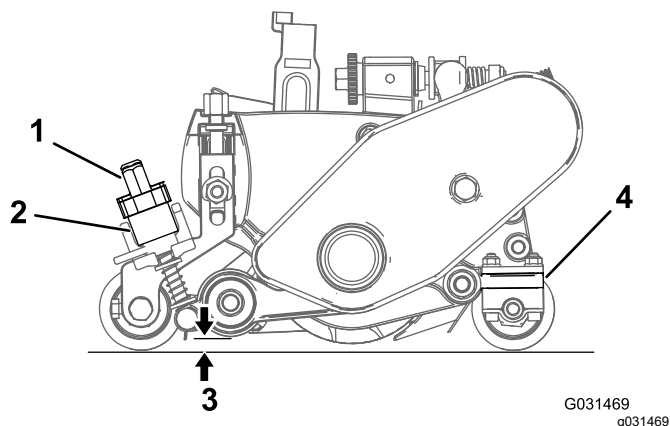

Рисунок 28
2. Поверните рычаги быстрого подъема (Рисунок 28) в РАБОЧЕЕ положение (рукоятка направлена в сторону передней части режущего блока).
3. С одного конца механической щетки измерьте расстояние от самого нижнего конца ножа механической щетки до рабочей поверхности (Рисунок 28). Поворачивая ручку регулировки высоты, поднимите или опустите конец ножа механической щетки на требуемую высоту. (Рисунок 28).